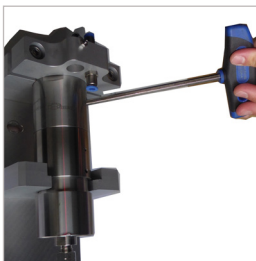

Abbildung 12
- ▶ Drehen Sie die Exzenterbetätigung (Pos. 3) mit einem Sechskant-Winkelschraubendreher SW6 um 180° (*Abbildung 12*)
- ▶ Verriegeln Sie den Mechanismus durch Zurückdrehen der Exzenterbetätigung (Pos. 3) mit einem Sechskant-Winkelschraubendreher SW6 (Abbildung 12 auf Seite 49).